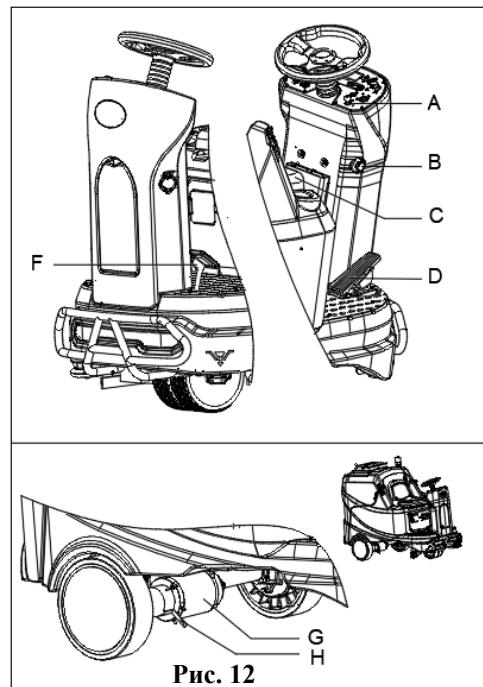

Рис. 12
- Поверните ключ зажигания (A, рис. 12) в положение “I”, зайдите сиденье (C).
- Слегка нажмите педаль привода (D) слегка, затем ослабьте ее, чтобы проверить, может ли машина двигаться вперед и останавливаться.
- Чтобы убедиться в безопасности, проверьте, действительно ли машина может быть немедленно остановлена нажатием аварийной кнопки (B). Поверните кнопку аварийной остановки, чтобы отменить ее.
- Быстро нажмите на педаль механического тормоза (F), чтобы проверить, можно ли немедленно остановить машину.
Электрический тормоз мотора двигателя отключен, когда двигатель работает. В некоторых особых случаях, таких как упаковка/распаковка машины, неисправность машины и т. д., может потребоваться толкнуть машину. На приводном двигателе (G, рис. 12) нажмите на ручку тормоза (H, рис. 12), тормоз